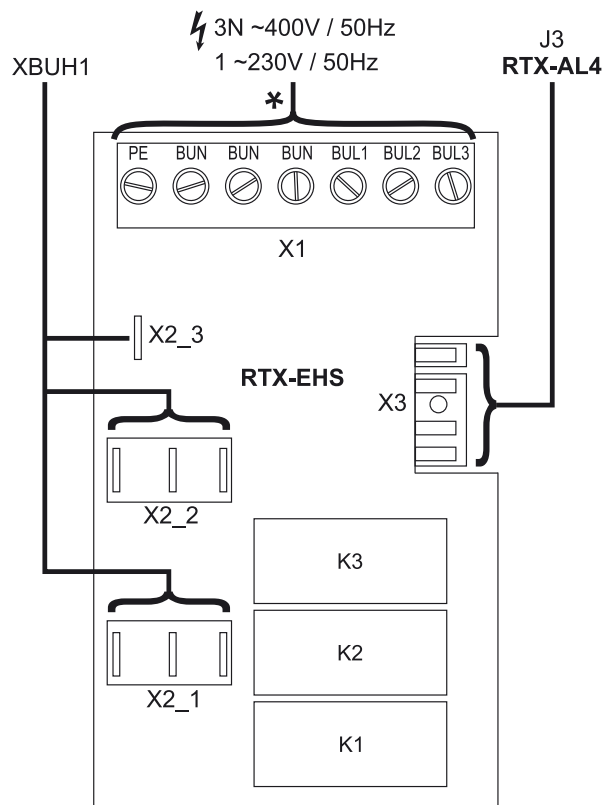

Fig. 4-20 Scheda RTX-EHS (Backup-Heater)- v. sezione 4.5.13
- Collegare l'alimentazione di corrente per il Backup-Heater alla morsetteria X1 della scheda RTX-EHS (fig. 4-20) nell'alloggiamento della centralina ROTEX HPSU compact.